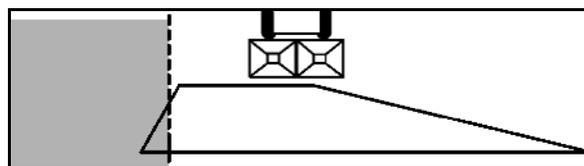

Рис. 59
3. Распределение по краям (Рис. 59):